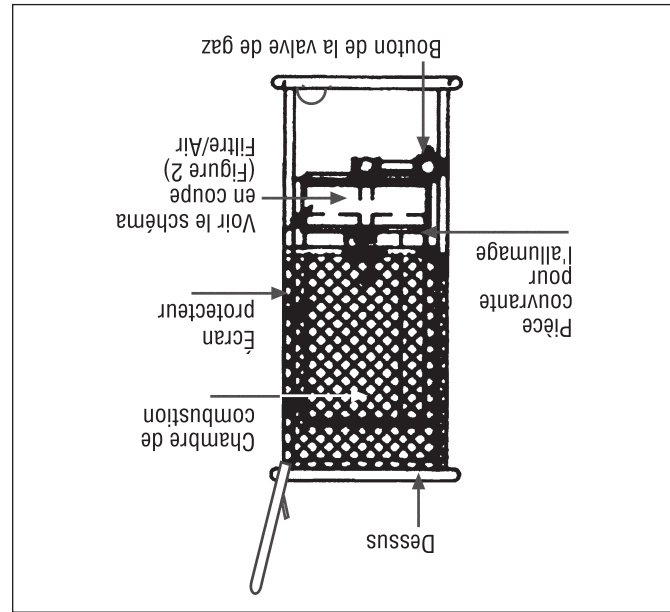
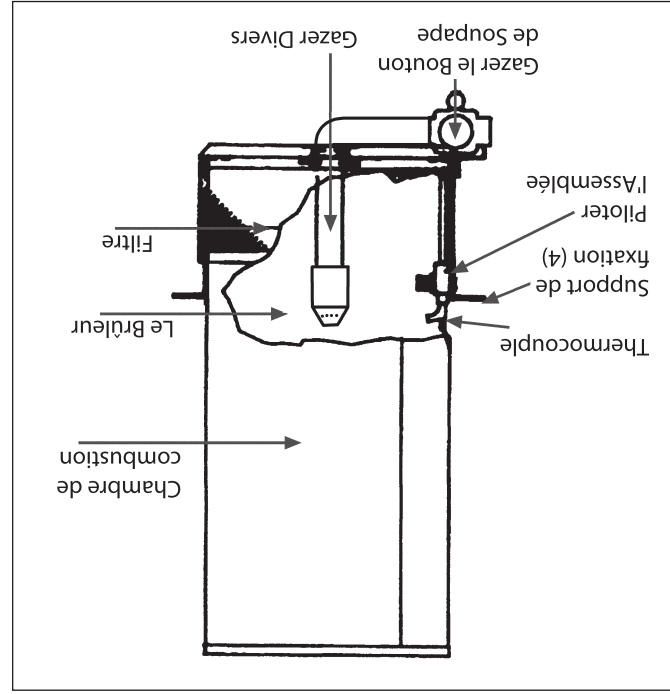

Figure 1
Figure 2
- 3 Turn the gas valve knob clockwise to the "OFF" position. See Fig. 1 and Fig. 2 for location of appliance parts.
- 6b To light the pilot, move the lighting hole cover aside (see Fig. 1) and place a lighted match into the hole. Depress the gas valve knob and hold while lighting and observing the pilot burner. Ensure that the pilot burner ignites from the match. Allow the pilot to burn approximately 30 seconds before releasing the gas valve knob. If pilot does not remain lighted, repeat the lighting operation allowing a longer period of time before releasing the gas valve knob.
7. Turn the gas valve knob counter-clockwise to the "ON" position (see Fig. 1). The burner will light. DO NOT operate the heater in any other than the full "ON" position.
8. IMPORTANT: DO NOT attempt to adjust the main burner input using the main gas supply valve, for this may cause the pilot and thermocouple to shut down the burner (Fig. 2).
8. Faites tourner le bouton de la valve de gaz en sens anti-horaire jusqu'à la position " ON " (voir figure 1). Le brûleur s'allumera. **NE FAITES PAS fonctionner le brûleur dans une position autre que " ON ".**
9. **IMPORTANT : N'ESSAYEZ PAS de régler l'admission en gaz du brûleur principal à l'aide de la valve d'alimentation principale,** car la veilleuse et le thermocouple pourraient fermer le brûleur (voir figure 2).
- 3 Faites tourner le bouton de la valve de gaz en sens horaire jusqu'à la position « OFF ». Voir les figures 1 et 2 pour connaître l'emplacement des pièces de l'appareil.
Pour allumer la veilleuse, déplacez le couvercle du trou d'allumage (voir figure 1) et placez une allumette allumée dans le trou. Appuyez sur le bouton de la valve de gaz et maintenez-le enfoncé pendant l'allumage tout en observant le bouton de la veilleuse. Assurez-vous que l'allumette allume le brûleur. Laissez la veilleuse brûler pendant environ 30 secondes avant de relâcher le bouton de la valve de gaz. Si la veilleuse ne reste pas allumée, répétez la démarche d'allumage et attendez un peu plus longtemps avant de relâcher le bouton de la valve de gaz.